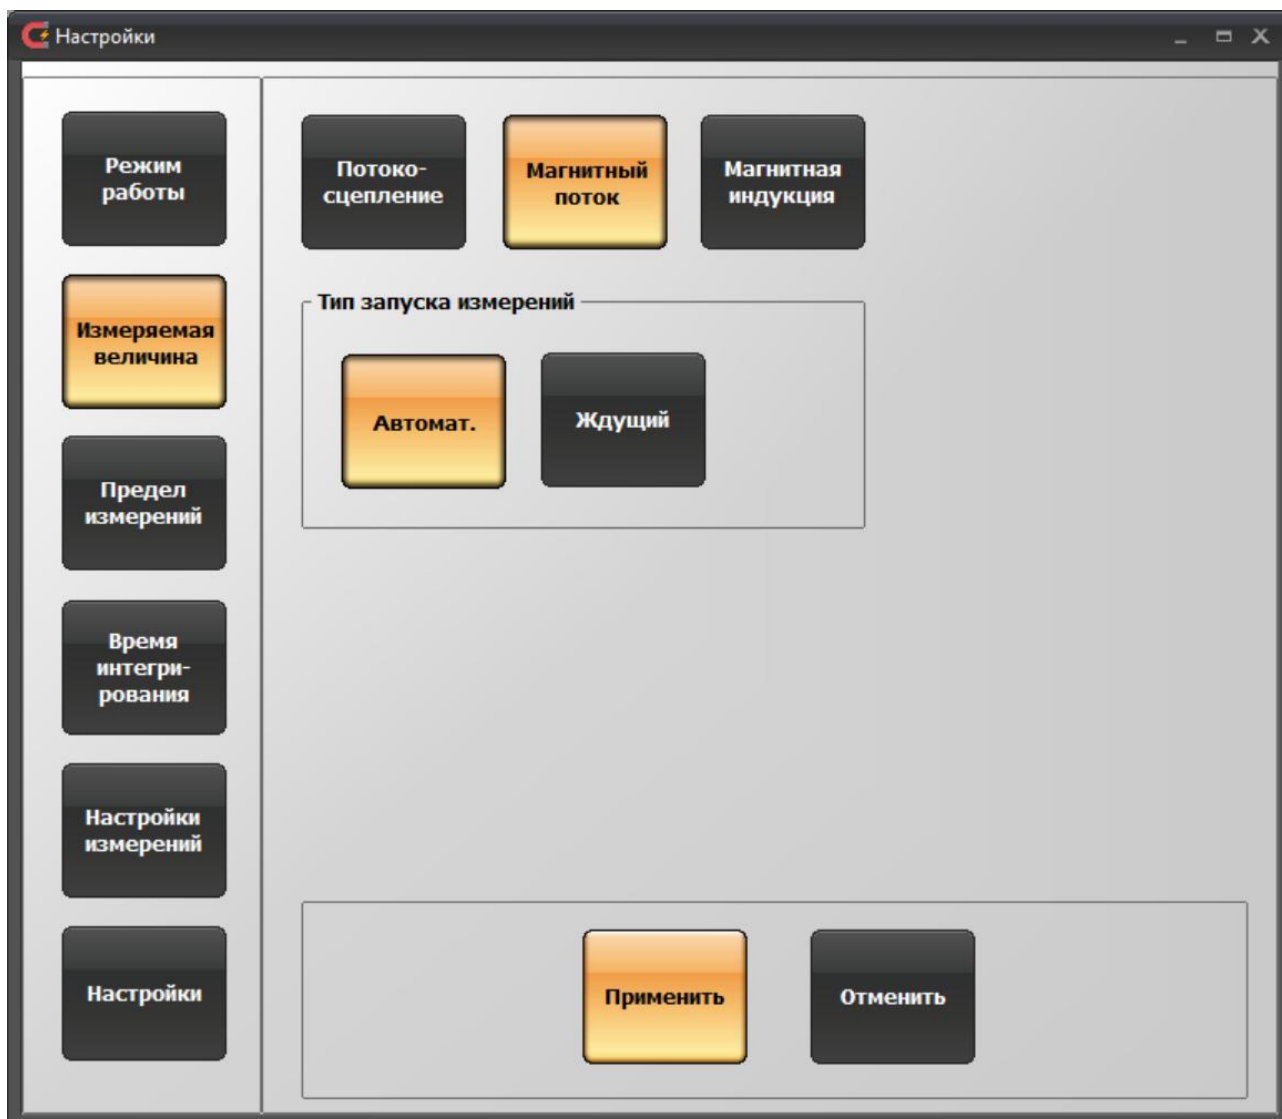

Рисунок 6. Окно настроек программы управления ТПУ-2В в режиме «Веберметр». Группа параметров «Вид измерений»
1) «Изменяемая величина». Показывает настройки параметров запуска и вида измеряемой величины (рисунок 6). Изменяемые величины: